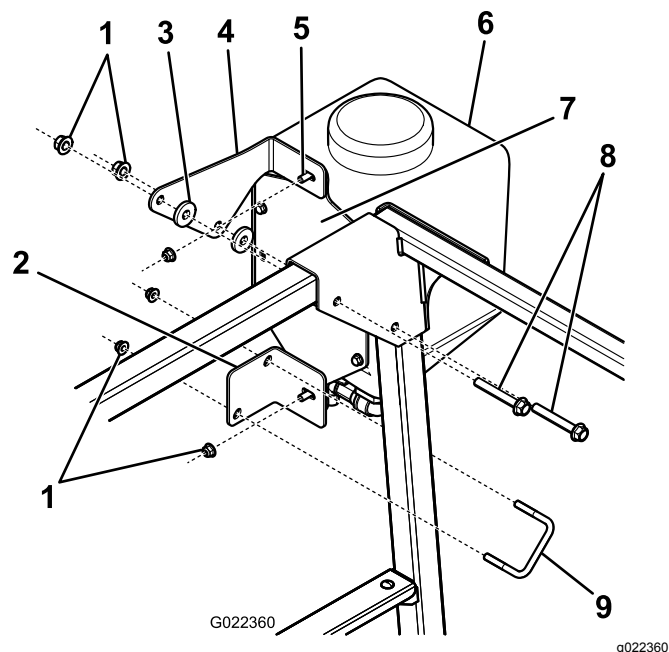

Figura 25
1. Montate i supporti superiore e inferiore del serbatoio d'acqua dolce al serbatoio stesso utilizzando 2 bulloni a testa flangiata e 2 dadi flangiati (Figura 25).
2. Collegate il supporto superiore del serbatoio d'acqua dolce al ROPS utilizzando 2 rondelle, 2 bulloni e i dadi esistenti (Figura 25).
3. Fissate il supporto inferiore del serbatoio d'acqua dolce al ROPS con il bullone a U e 2 dadi flangiati (Figura 25).